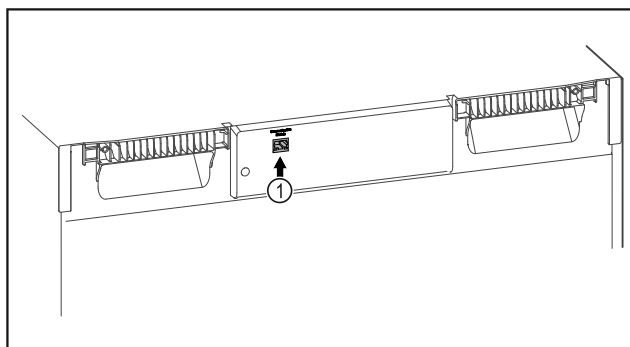

Fig. 107
- Le SmartModule Fig. 107 (1) est installé.